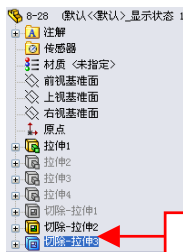

图 8-29 选择【切除-拉伸 3】选项
(2) 在 Feature Manager 设计树中, 选择【切除-拉伸 3】选项, 如图 8-29 所示。